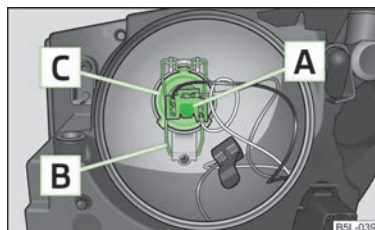

Fig. 169 Demontarea becului luminii de drum și de întâlnire
- » Detașați conectorul **A** » fig. 169.